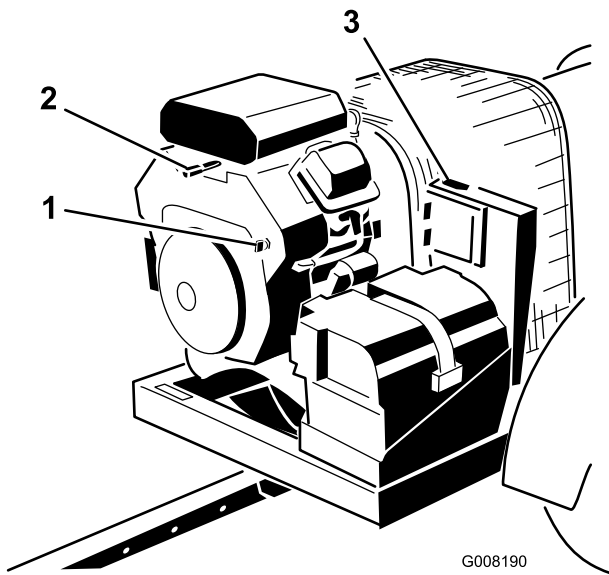

Figura 13
3. Gire la llave de contacto a la posición de Arranque y suéltela rápidamente a la posición de Conectado (Figura 13). Esto "despierta" el receptor.
4. Si va a abandonar la máquina, gire la llave a la posición de Desconectado y retírela del motor (Figura 13).